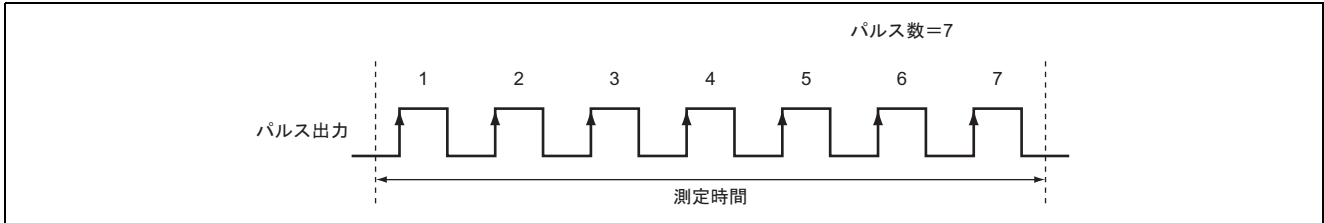

図 1 パルス出力タイミング
- (1) 図 1 に示すように、デューティ 50% のパルスを任意の数出力します。
- (2) 16 MHz 動作時、パルスの間隔は $1.5\mu\text{s}$ から $127.5\mu\text{s}$ まで $0.5\mu\text{s}$ 毎に設定が可能、また出力するパルスの数は、1 ~ 256 の間、任意に設定できます。